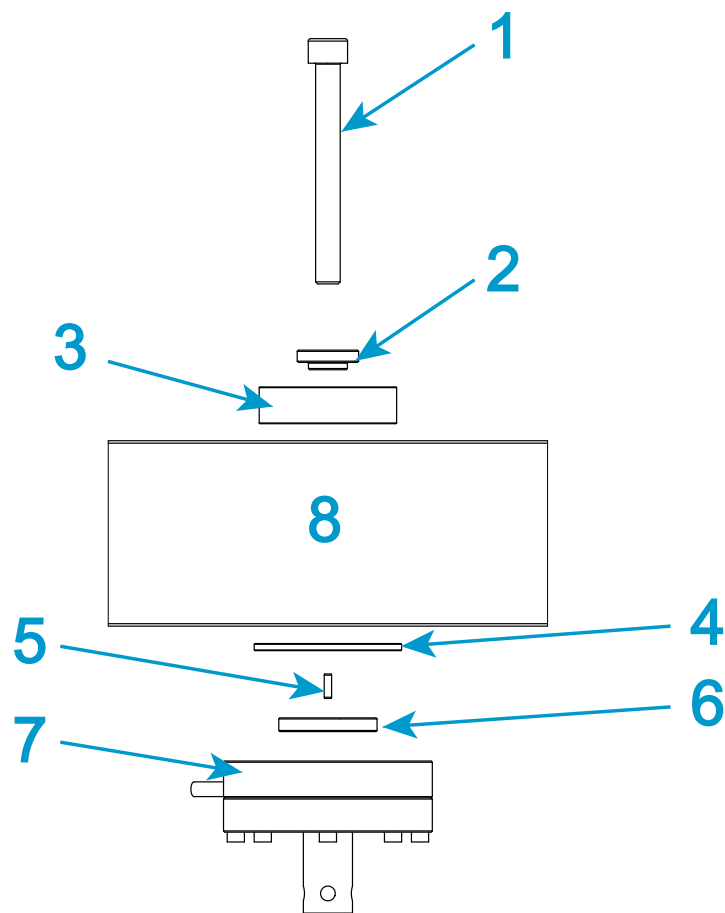

Figura 21. Installazione di una cella di carico 2530 (capacità da 5 N a 100 N)
Legenda per Figura 21
1. Fare riferimento alla sezione Figura 21 e alla tabella associata e mettere assieme l'hardware di montaggio corretto.
2. Montare l'hardware mostrato sopra la traversa in Figura 21 e posizionarlo nella parte superiore del foro centrale della traversa.